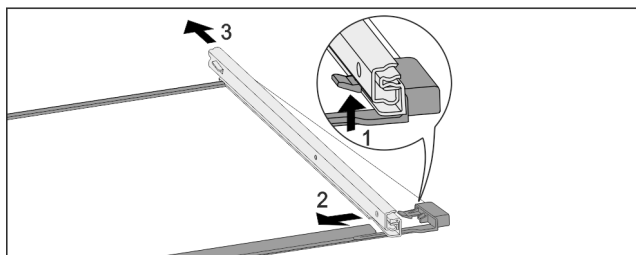

Fig. 107 Placa de sticlă cu șine
- Apăsați în sus cârligul de blocare frontal. Fig. 107 (1)
- Îndepărtați șinele de extragere prin împingere în lateral Fig. 107 (2) și spre spate Fig. 107 (3).